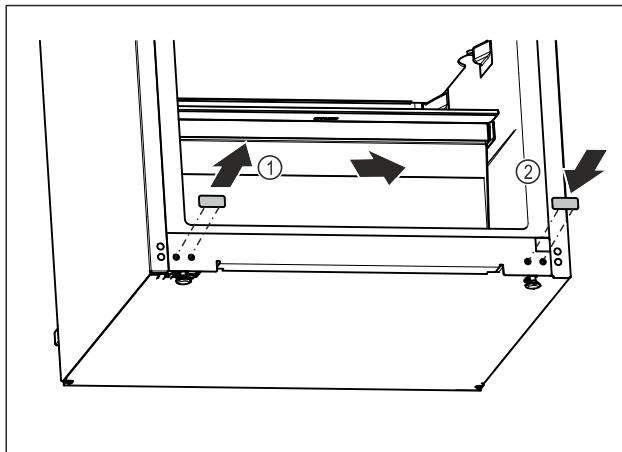

Fig. 21
- ▶ Húzza ki a fedődugót. Fig. 21 (1)
- ▶ Helyezze fel a fedődugót a másik oldalon. Fig. 21 (2)